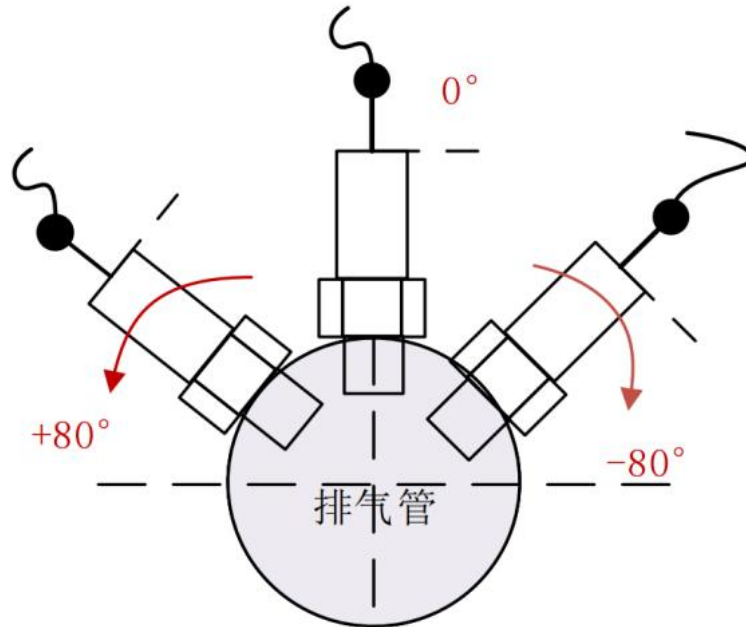

图 10 探头安装方向示意图
(2) 控制器应安装在便于观察、操作和维护的位置，并可靠固定。安装位置应远离发热区、强电磁干扰区域及机械振动剧烈区域，避免靠近高温炉壁、大功率电机、变频器、大电流电缆等设备。
(3) 控制器安装面应平整牢固。采用面板、壁挂或支架安装时，应使用合适的紧固件固定，安装后不得松动或晃动，并应保证周围留有一定散热和接线空间。
(4) 探头安装前，应根据传感器安装螺纹选择匹配的安装座。安装座应与排气管或被测管道可靠连接，螺纹应完整无损，保证探头能够顺利旋入并可靠固定。
(5) 探头与安装座连接处应保证密封可靠，必要时应使用合适的密封垫片或耐温密封材料，防止被测气体泄漏，影响测量结果。
(6) 探头应安装在能够代表被测气体状态的位置，避免安装在气流死角、积灰严重、冷凝水易聚集或高温火焰直接冲刷的位置。
(7) 探头安装方向应符合图 10 所示要求。推荐安装在排气管上方或侧上方位置，可按  $0^\circ$ 、 $+80^\circ$ 、 $-80^\circ$  方向安装，避免朝下安装，防止冷凝液、油污或颗粒物进入探头内部。